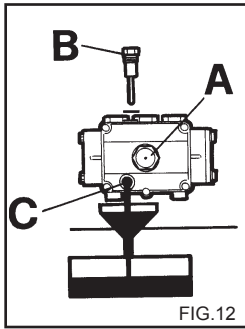

FIG.12
- 2 - Desenroscar el tapón con la varilla de control del nivel (fig. 12).